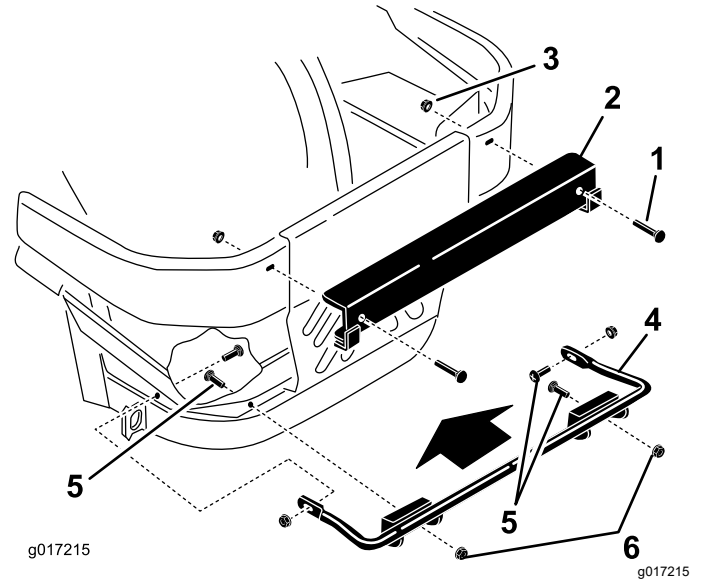

Bild 6
1. Befestigen Sie die untere Befestigungshalterung mit vier Schlossschrauben ($\frac{3}{8}$ " x $1\frac{1}{4}$ ") und vier Bundmutter (großer Bund $\frac{3}{8}$ ") am Maschinenrahmen, wie in **Bild 6** dargestellt.
2. Befestigen Sie die obere Befestigungshalterung mit zwei Schlossschrauben ($\frac{1}{2}$ " x $2\frac{1}{2}$ ") und zwei Bundmutter ($\frac{1}{2}$ ") an dem linken und rechten Stoßfänger, wie in **Bild 6** abgebildet.